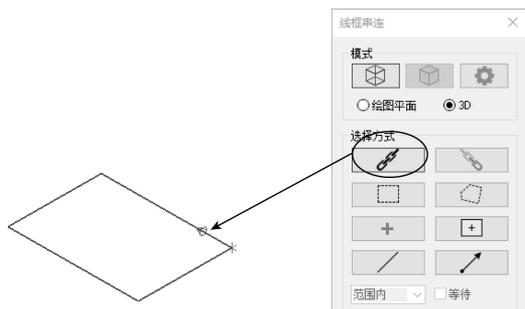

图 1-12 串连选取
- (1) 在“选择”面板中单击“串连”按钮, 再在绘图区选取串连。
- (2) 按住 Shift 键, 同时在绘图区选取串连。
- (3) 在弹出的“线框串连”对话框中, 单击“串连”按钮, 即可在绘图区选取串连, 如图 1-12 所示。